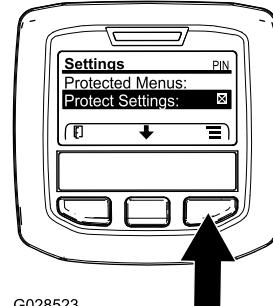

Bild 10
1. Navigieren Sie vom Hauptmenü mit der mittleren Taste auf das Menü EINSTELLUNGEN und drücken Sie die rechte Taste (Bild 10).